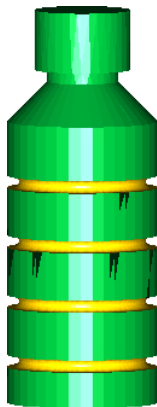

图 11-10 实体验证
08 实体验证。在刀具路径管理器中，单击 (0) 按钮，进行实体加工模拟，结果如图 11-10 所示。